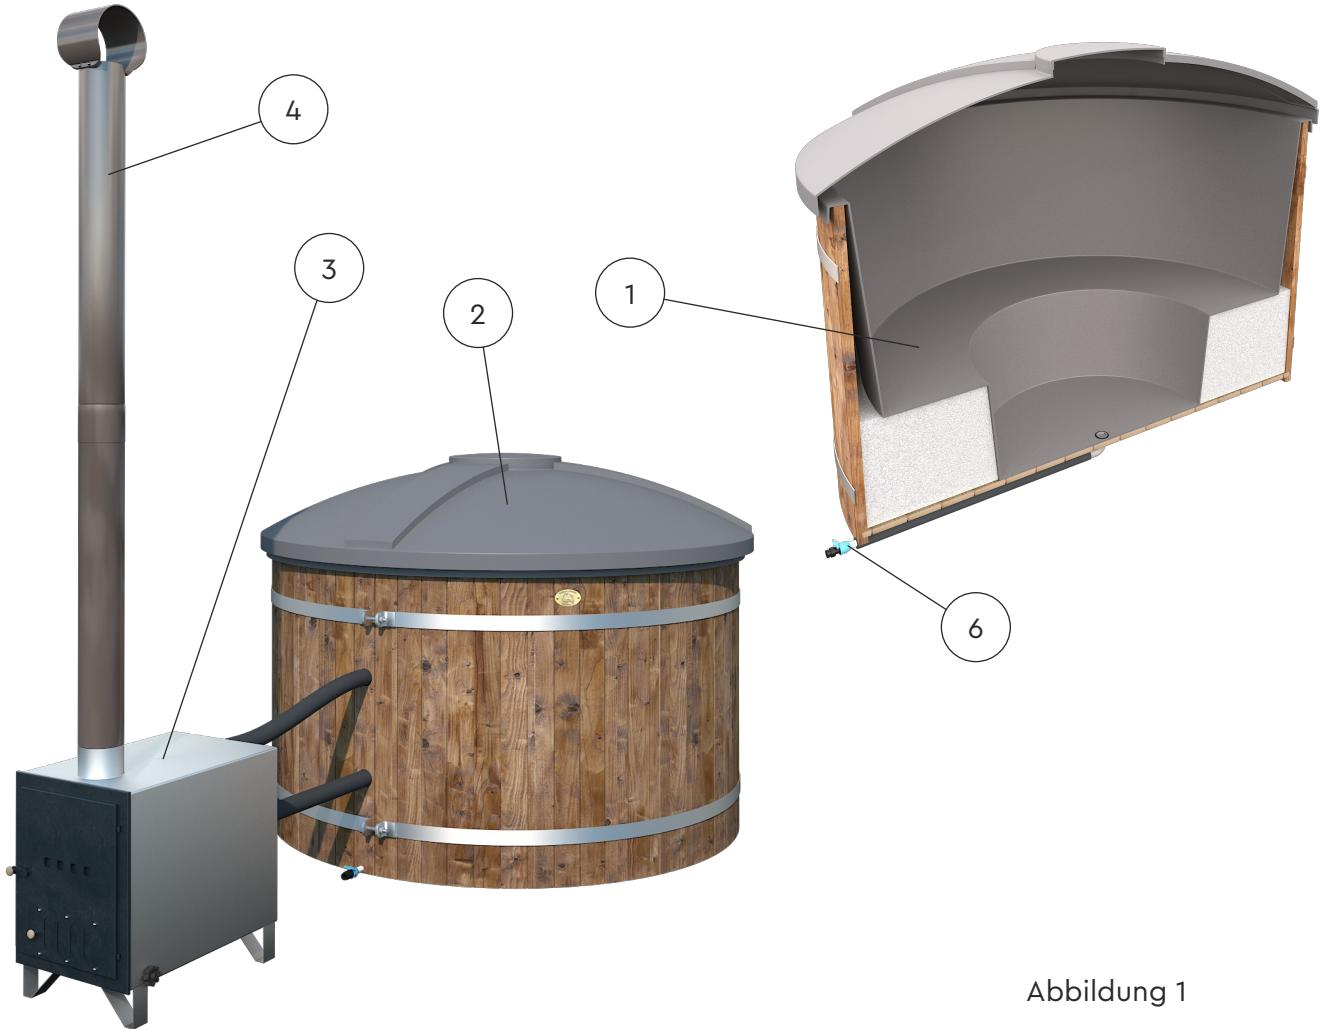

Abbildung 1
**Badezuber** – Der mit Wasser gefüllte Teil des Badezubers (siehe Abbildung 1).
- Siehe Abbildung 1